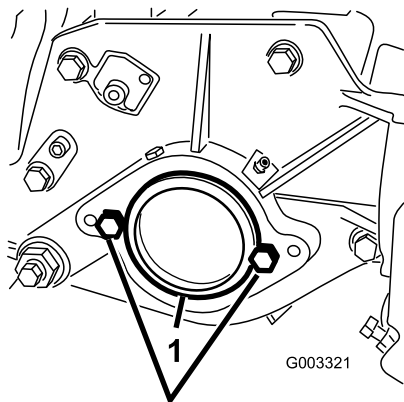

Figura 7
2. Sul lato destro dell'apparato di taglio, togliete il tappo in plastica dall'alloggiamento del cuscinetto (Figura 7).
3. Togliete le 2 viti a testa cilindrica dalla piastra laterale destra (Figura 7).
1. Tappo in plastica      2. Vite a testa cilindrica (2)
5. Montate, senza stringere eccessivamente, le 2 viti di montaggio del motore del cilindro sulla piastra laterale sinistra dell'apparato di taglio (Figura 7).